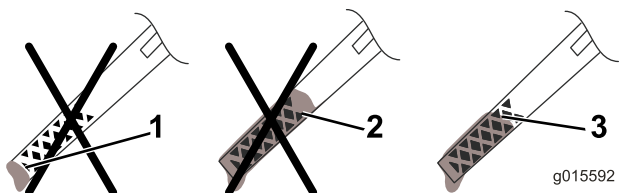

Figura 7
5. Retire a vareta e verifique o nível de óleo na vareta (Figura 7).